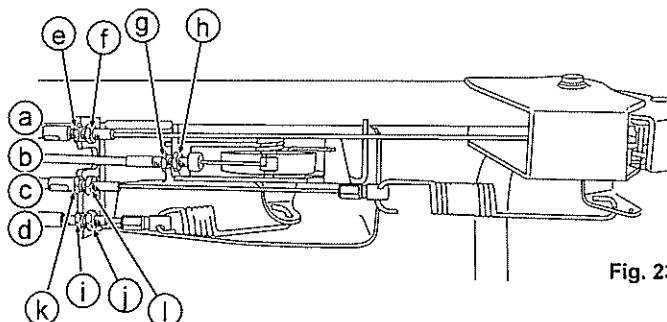

Fig. 23.
8.5.1 Leva dell'acceleratore (fare riferimento alle figure 23 e 24.)
8.5.2 Leva della lama (fare riferimento alle figure 23 e 25.)
8.5.3 Leva della frizione (fare riferimento alle figure 23 e 26.)
8.5.4 Leva delle marce (fare riferimento alle figure 23 e 27.)